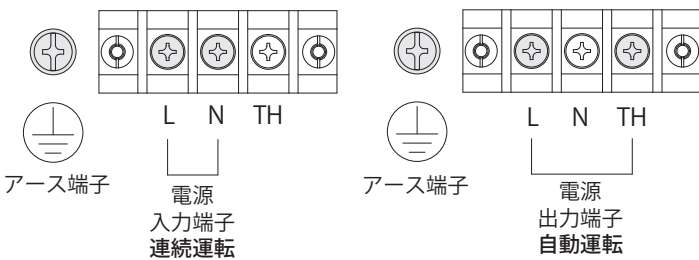

図 5 端子台の構成
1. 端子ねじ M4、アースねじ M4 にて電源線、アース線を指定の端子へ適正締付トルクにて確実に接続してください。(図 5)
2. 運転方式(自動運転または連続運転)により電源線の接続箇所を変更してください。(図 5)